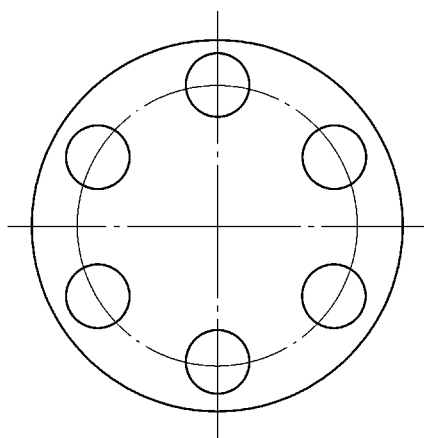

图 10-3 小圆匹配后
2) 用选择框[□]逐一单击图形中六个小圆的轮廓线，结束选择后的图形如图 10-3 所示，此时小圆的线宽、颜色等特性与大圆相同。